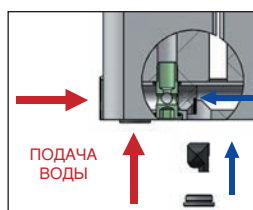

Рис. 2
- (рис. 2) диафрагму разместить с левой стороны радиатора, если теплоноситель подается через боковой или нижний вход с левой стороны